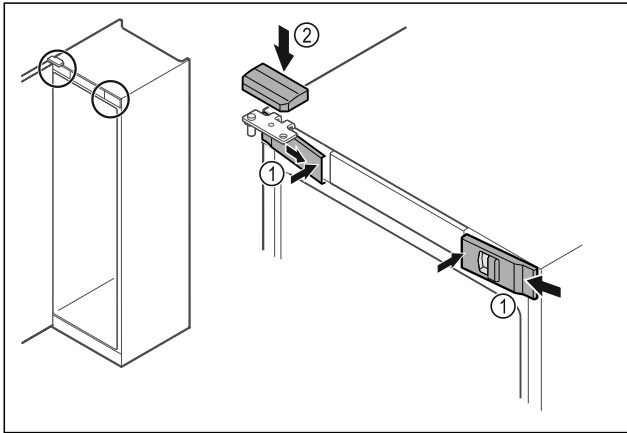

Fig. 33
- ▶ Αναρτήστε τα μπροστινά καλύμματα Fig. 33 (1) στο πλάι και κουμπώστε τα εσωτερικά.
- ▶ Κουμπώστε το επάνω κάλυμμα Fig. 33 (2) από πάνω.